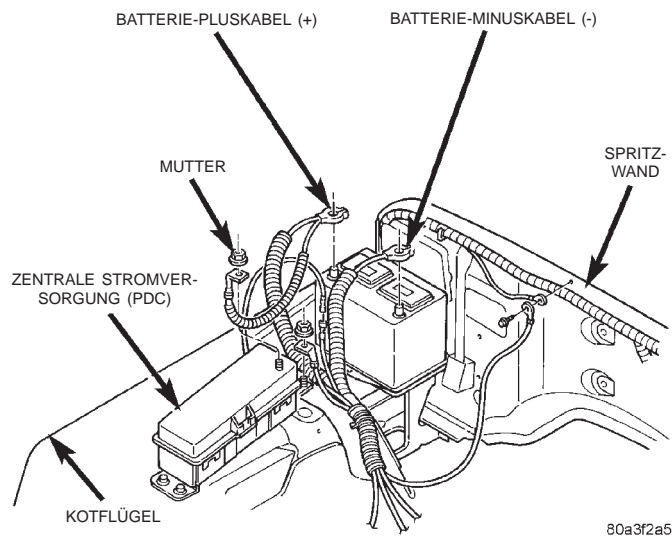

Abb. 15 Zentrale Stromversorgung (PDC)
(1) Batterie-Minuskabel (-) abklemmen und elek­trisch isolieren.
(2) Abdeckung der Zentralen Stromversorgung (PDC) abbauen (Abb. 15).
(3) Die genaue Lage des Anlasserrelais in der PDC ist auf der Innenseite der PDC-Abdeckung kenntlich gemacht.